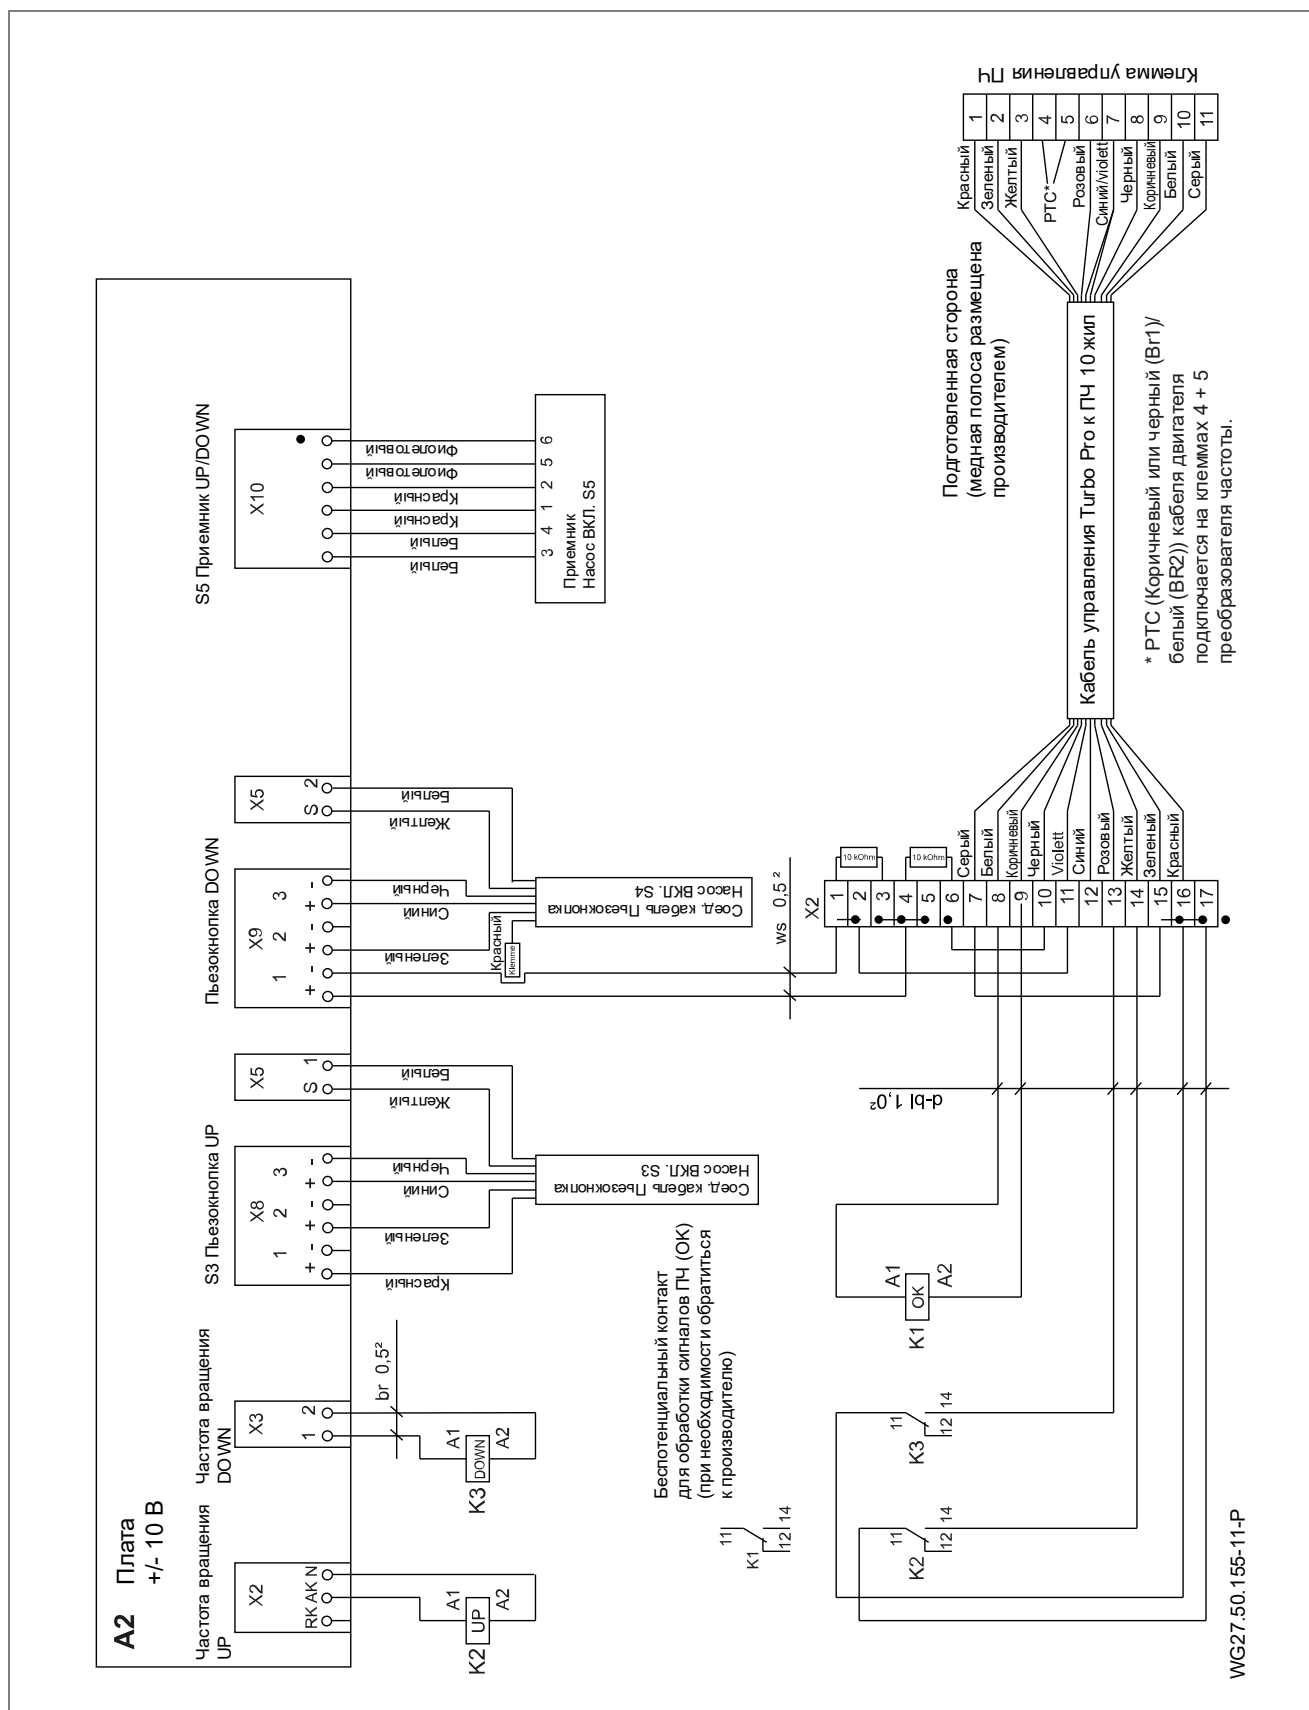

Рис. 20
14. Провода для РТС (Коричневый или черный (Br1)/белый (BR2)) подключить в соответствии со схемой. См. "Рис. 20" на стр. 27.